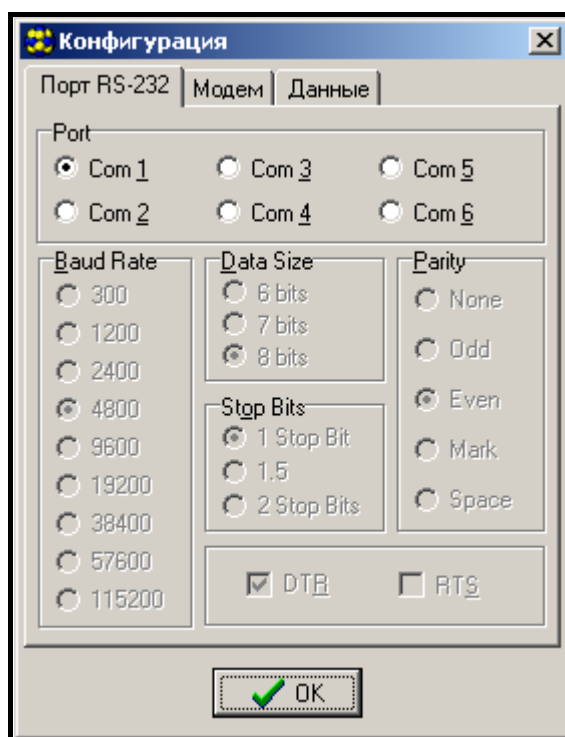

Рисунок 10.
3. Пройти к опциям конфигурирования связи с модулем, щелкнув по значку  (или через меню **Соединение→Конфигурация**) и выбрать порт, через который компьютер соединяется с портом RS-232 модуля (см. рисунок 10).